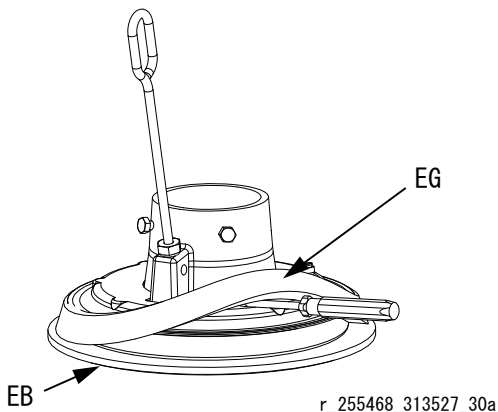

図 12: スライディングスペーサ
2. 手で、スペーサ (EG) を持ち上げてプレートから離し、フランジおよび下端のワイパー (EB) をくぐらせて引き下ろします。図 12 を参照してください。
3. スペーサ (EG) は、他の用途にも必要なので保存します。
1. スペーサ (EG) の直径の大きい側が下を向いていることを確認します。スペーサ (EG) を、完全にプラテンのフランジの上になるように手でプラテンの上に上げます。図 12 を参照してください。